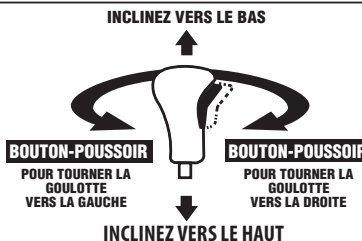

Figure 3-8
- Pour modifier l'orientation de la projection de la neige, appuyez sur le bouton du levier de commande et tournez le levier vers la droite ou vers la gauche. Voir Figure 3-8.